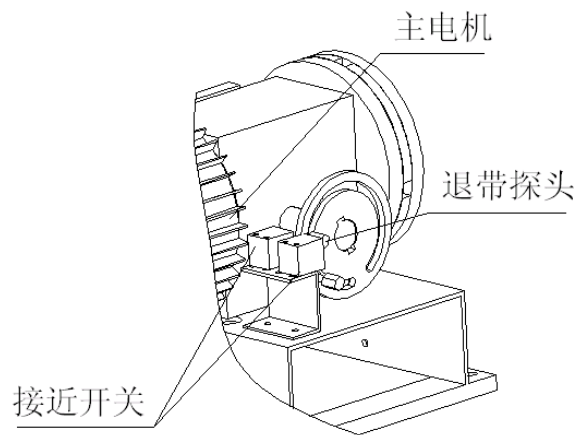

图 2-6
- ②.当两接近开关感应到如图 2-6 所示退带探头时，主电机停转，退带电机启动，机器开始退带。